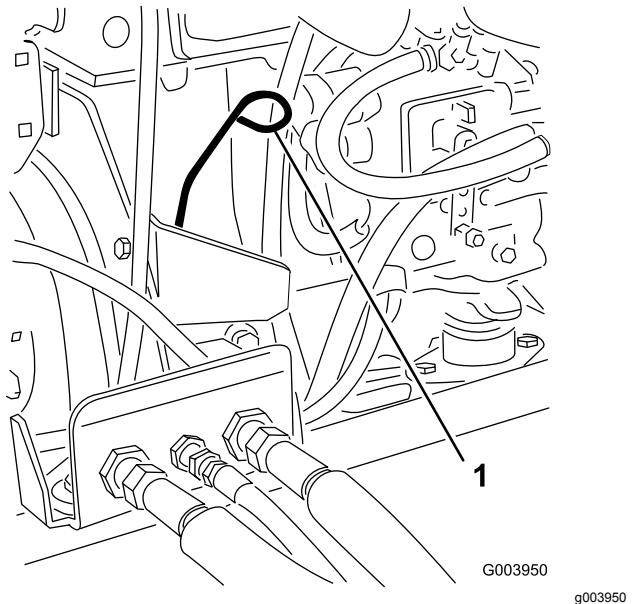

Figura 44
3. Retire la varilla, límpiela, y vuelva a colocarla (Figura 44).